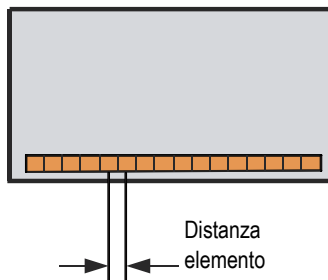

Figura 4-5 Distanza dell'elemento della sonda
- d) Nel pulsante **Dist. elem.**, inserire la distanza tra il punto centrale di due elementi adiacenti della sonda. Questa distanza è illustrata nella Figura 4-5 a pagina 116.